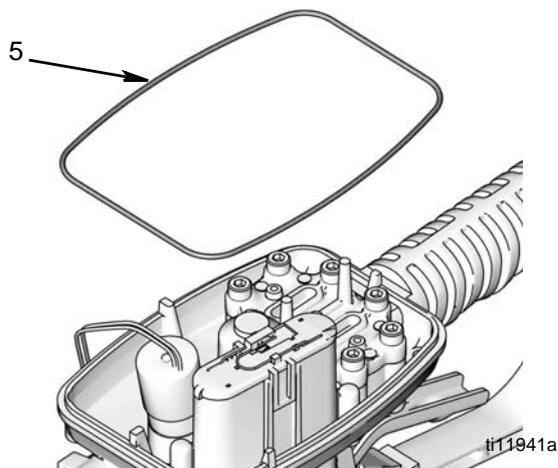

FIG. 31
11. **Todos los medidores:** Instale las juntas o-ring (5) (FIG. 31).